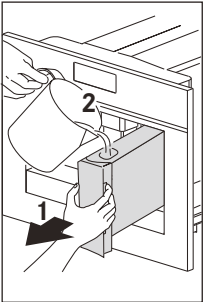
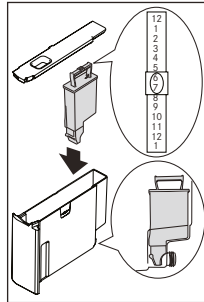

Fig. 11
Fig. 37
- Après 5 secondes, l'appareil affiche « FILL TANK » (REMPLIR RÉSERVOIR). Sortez le réservoir d'eau (Fig. 11), rincez et remplissez avec de l'eau fraîche sans dépasser la ligne MAX. Remplacez et poussez aussi loin que possible. Un filtre adoucisseur d'eau peut être installé dans le réservoir (Fig. 37).